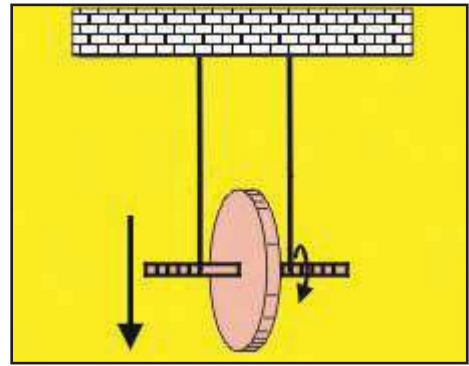

Fig .24
- 8- Le dispositif de la figure ci-contre (Fig.24) est appelé « volant de Maxwell » ; il a donné le principe d'un jouet d'enfant appelé « yo-yo ». La roue (assez lourde) est munie d'un arbre sur lequel s'enroulent dans le même sens deux brins de fils de même longueur. Les extrémités des fils sont solidaires de l'axe. Au départ, la roue est immobile, les fils complètement enroulés sur l'arbre.